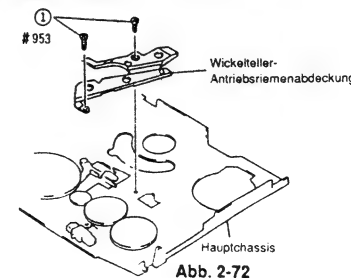

Abb. 2-72
- 1) Zwei (2) Befestigungsschrauben der Wickelteller-Antriebsriemenabdeckung entfernen (siehe Abb. 2-72).